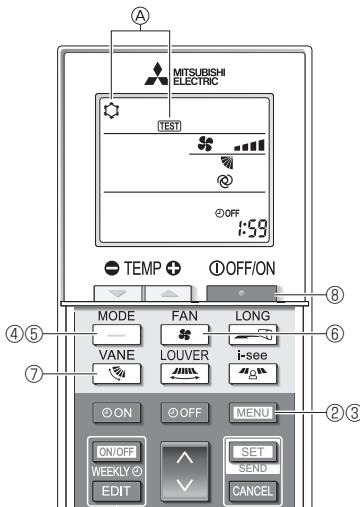

Fig. 8-5
- ① Slå på strömmen minst 12 timmar innan du startar körningen.
- ② Häll knappen **MENU** intryckt i 5 sekunder. (Fig. 8-5)
- ③ Tryck på knappen **MENU**.
- ④ Tryck på knappen **[TEST]** och aktuellt driftläge visas. (Fig. 8-5)
- ⑤ Tryck på knappen **—** för att aktivera kylläge och kontrollera att det blåser kall luft från enheten.
- ⑥ Tryck på knappen **—** och kontrollera att fläktvarvtalet ändras.
- ⑦ Tryck på knappen **—** och kontrollera att den automatiska rörelsen på lamellerna fungerar.
- ⑧ Tryck på **—** när du vill stoppa provkörningen.